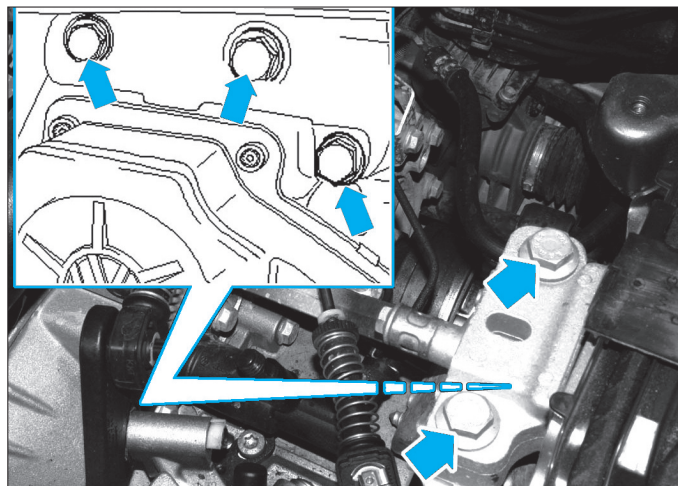

Fig. 5
- Incliner l'ensemble moteur/boîte de vitesses pour permettre l'accès aux vis de fixation du support gauche (Fig.5).